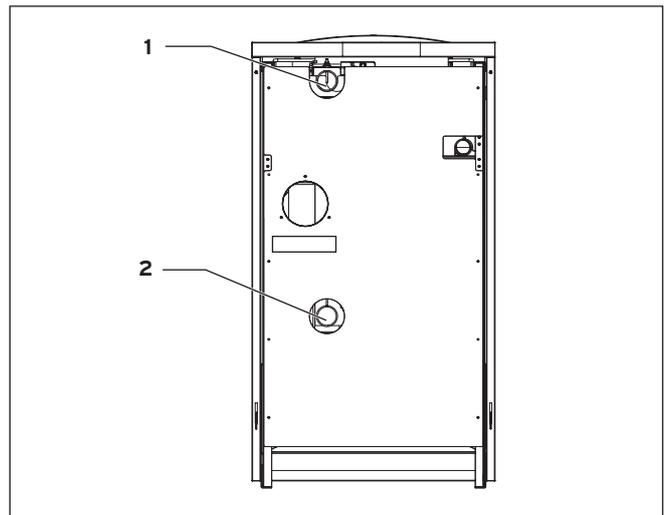

Abb. 5.4 Heizungsseitiger Anschluss (Rückseite des Gas-Brennwertkessels)
- Schließen Sie den Heizungsanlass am Heizungsanlass (1, Abb. 5.4) an.
- Schließen Sie den Heizungsrücklauf am Heizungsrücklaufanschluss (2, Abb. 5.4) an.